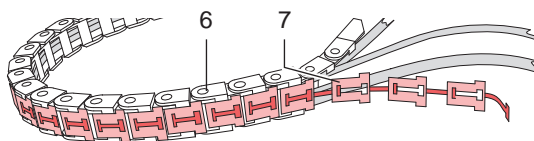

Bild 17 Öffnen der Energiekette - Aufschlagsensor
- ▶ Schrauben (5) lösen, um Energiekette einseitig zu demontieren.
- ▶ Die ineinander verhakten T-förmigen Teile (7) aus den U-förmigen Teilen (6) der Energiekette lösen (Bild 17)
- ▶ Energiekette wieder schließen. T-förmige Teile (7) in die U-förmigen Teile (6) eindrücken
- ▶ Energiekette wieder montieren und Schrauben (8) anziehen.